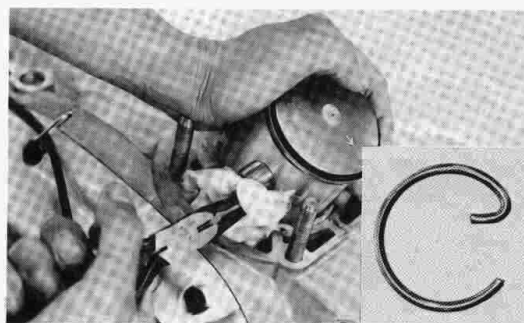

Fig. 3-3-5
2. Push piston pin from opposite side, then pull out. Protect pin with rag as shown. (Fig. 3-3-5)
2. Poussez l'axe du piston du côté opposé, puis retirez-le. Protégez l'axe avec un chiffon comme indiqué. (Fig. 3-3-5)